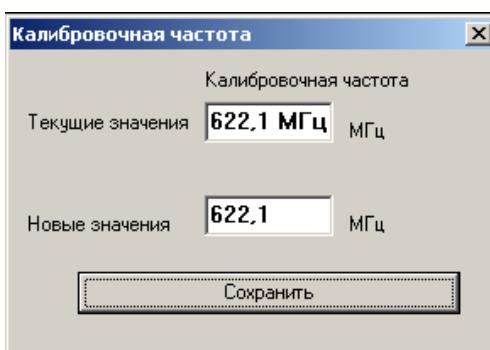

Рис.9
*Способ 2.* Прямыми вводом значения частоты (с точностью до десятых долей МГц). Для этого нужно выбрать пункт меню «Настройка|Калибровочная частота...» и в появившемся окне (рис. 9) ввести требуемое значение, полученное на основе измеренной влагомером частоты, паспортное значение этого параметра или определенное иным способом (например, если резонансная частота датчика оказалась вне диапазона перестройки частоты влагомера).